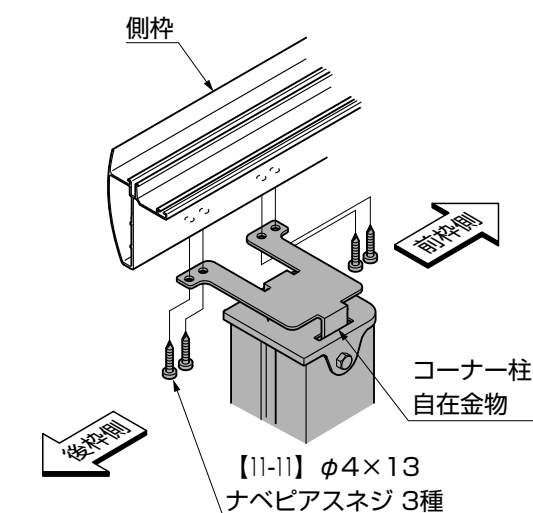
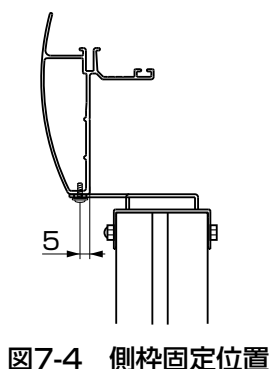

図7-3
図7-4 側枠固定位置
- ① コーナー柱の垂直を出し、コーナー柱自在金物を側枠に【11-11】で取付けてください。(図7-3、図7-4、図7-5参照)